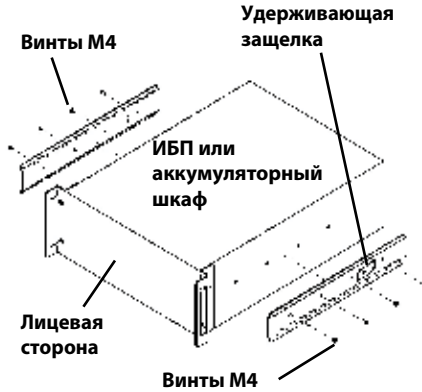

Рис. 12: Крепление внутренних элементов
5. Подготовьте ИБП или аккумуляторный шкаф («оборудование») для монтажа в стойке. Оборудованию может потребоваться добавление или снятие дополнительных деталей. После подготовки расположите оборудование в положении монтажа в стойке. Установите внутренние элементы, указанные в шаге 1, на оборудование с обеих сторон, как показано на рис. 12, и закрепите восемью винтами М4 из монтажного комплекта. Убедитесь, что фиксатор находится у задней части оборудования (см. рис. 12).